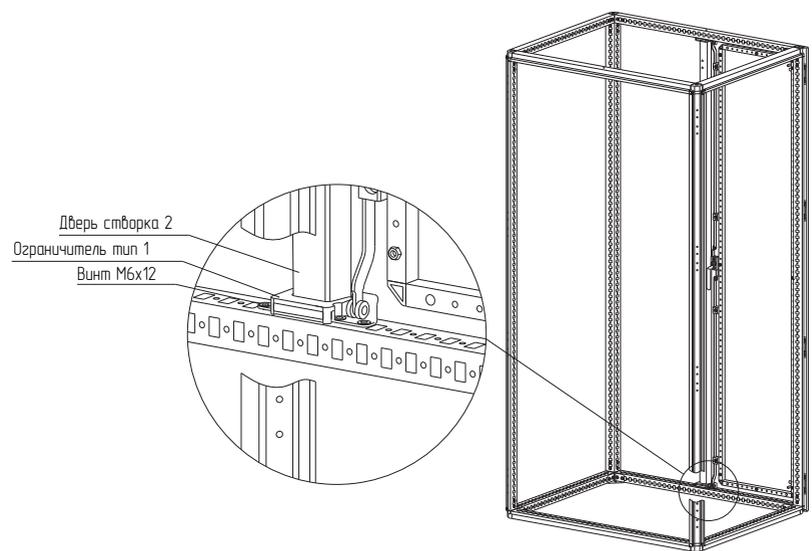

Рисунок 28
4.14.4 Установить ограничители сверху и снизу каркаса (рисунок 28). Для крепления использовать винты М6×12. Момент затяжки – 7 Н·м.